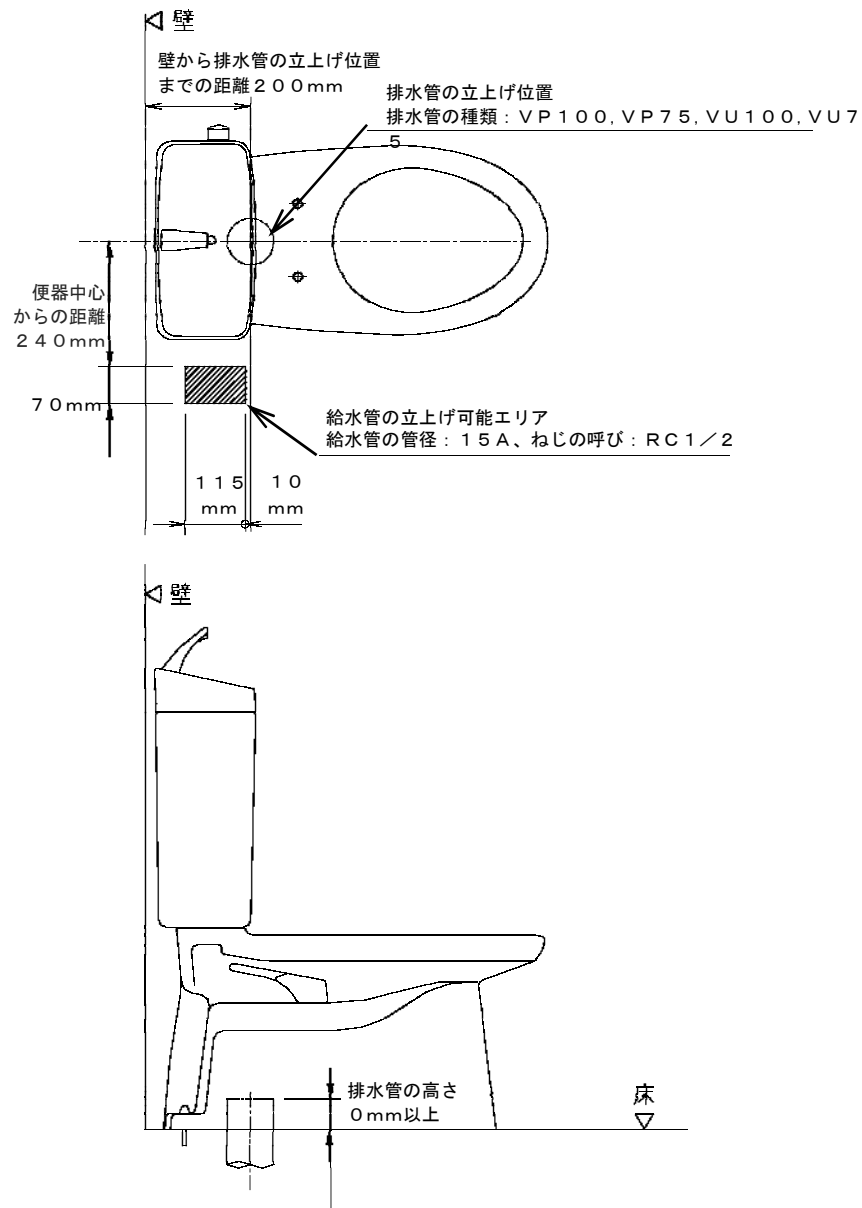

図2 - 給水・排水管の立ち上げ位置
- ・ 便器付属の給水ホースは図2に示す給水立ち上げ可能エリアの給水管に無理なく堅固に取り付けられる長さであること。
- ・ 給水管の管径・ねじの呼び、排水管の種類は図2参照のこと。